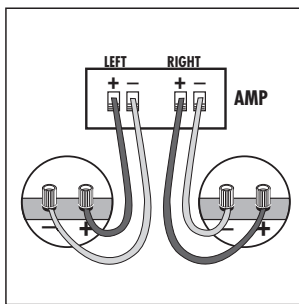

FIGURE 12
- Once you have cut the hole, fish your previously positioned wiring out of the hole and connect the speaker. Follow the hookup directions included with your receiver. Strip 2 inch (12 mm) of insulation from each of the two conductors of the wire to expose the bare metal and twist each of the conductors into a single unfrayed strand (so you have two unfrayed strands). Note that one of the terminals on the rear of each speaker is red (+) and the other is black (-). Make certain that you connect the wire from the red terminal (+) of your amplifier or receiver to the red terminal (+) on your speaker and the wire from the black terminal (-) of your amplifier or receiver to the black terminal (-) on your speaker. Most wire has some indicator (such as color-coding, ribbing or writing) on one of the two conductors to help you maintain consistency [figure 12].
- Une fois l'embrasure pratiquée, sortez-en le câble précédemment installé et connectez-le au haut-parleur. Suivez les instructions de raccordement fournies avec votre récepteur. Retirez 12 mm (1/2 po) d'isolation de chacun des deux conducteurs pour exposer les brins métalliques et tordez les brins de chaque conducteur pour former deux tors non éraillés. Notez qu'une des bornes à l'arrière de chaque haut-parleur est rouge (+) et l'autre noire (-). Assurez-vous de bien raccorder le fil provenant de la borne rouge (+) de votre amplificateur /récepteur à la borne rouge (+) de votre haut-parleur et le fil noir (-) provenant de la borne noire (-) de votre amplificateur/récepteur à la borne noire (-) de votre haut-parleur. La polarité de la plupart des fils à deux conducteurs est codée (couleur, nervure ou écriture) pour faciliter son identification [figure 12].